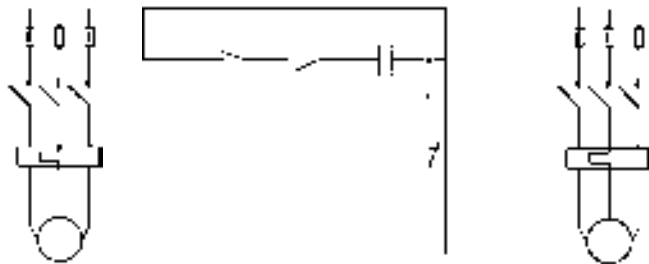

图 17.10.25 延伸直线 (二)
(2) 用 **修改** **延伸** 命令完成图 17.10.25 所示的直线的延伸。